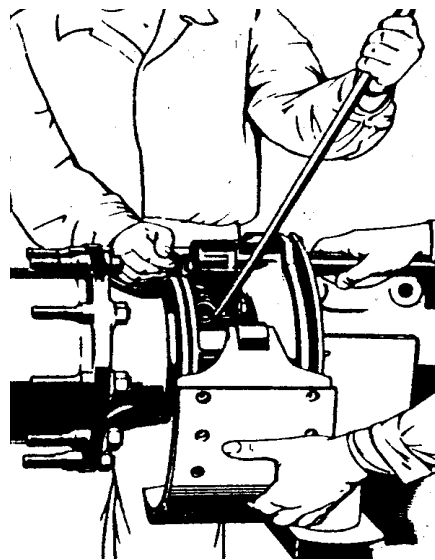

Рис. 3. Захват пружин тормозных колодок
4. К суппортах колесных тормозов 7 собрать комплект тормозных колодок, установить соединительную планку 11 и законтрить стопорными шайбами 12. Приблизить тормозные колодки к эвольвенте разжимных кулаков и с помощью рычага Т17 - 414 поставить пружины 68 тормозных колодок (рис. 3).